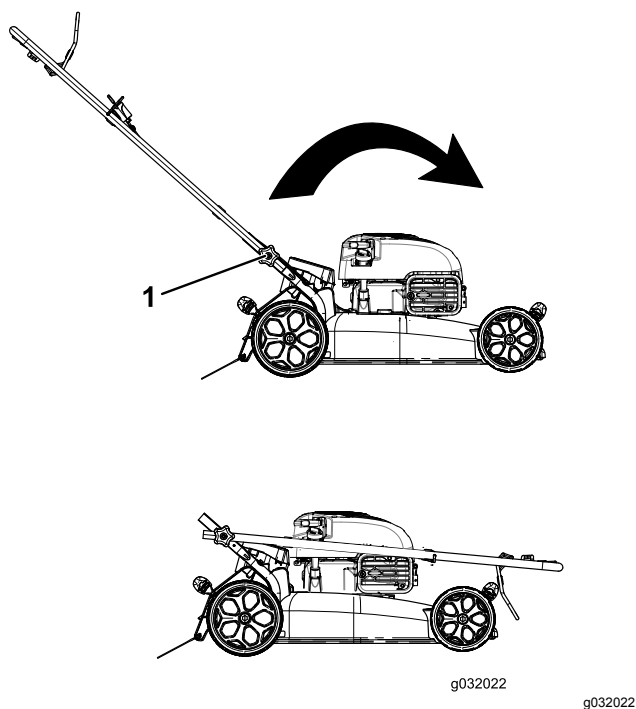

Figura 17
2. Afloje los pomos del manillar hasta que pueda mover el manillar libremente (Figura 17).
1. Pomo del manillar (2)
3. Mueva del manillar hacia adelante según se indica en Figura 17.